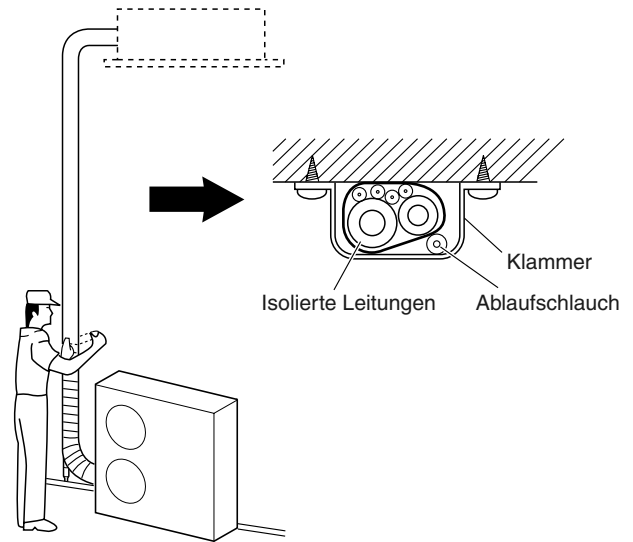

Abb. 7-10
- (1) Die Kühlmittelleitungen (und die elektrischen Kabel, falls die örtlichen Vorschriften dies erlauben) sollten mit Bewehrungsband in einem Bündel zusammengelegt werden. Um zu verhindern, dass durch Kondensationsbildung die Auffangwanne überläuft, muss der Ablaufschlauch von der Kühlmittelleitung getrennt verlegt werden.
- (2) Das Bewehrungsband von der Unterseite der Außeneinheit bis zum Ende der Leitung am Eingang zur Wand anbringen. Beim Umwickeln das Band jeweils um eine halbe Bandbreite überlappen.
- (3) Die gebündelten Leitungen an der Wand befestigen, wobei im Abstand von ungefähr einem Meter jeweils eine Halterung zu verwenden ist. (Abb. 7-10)